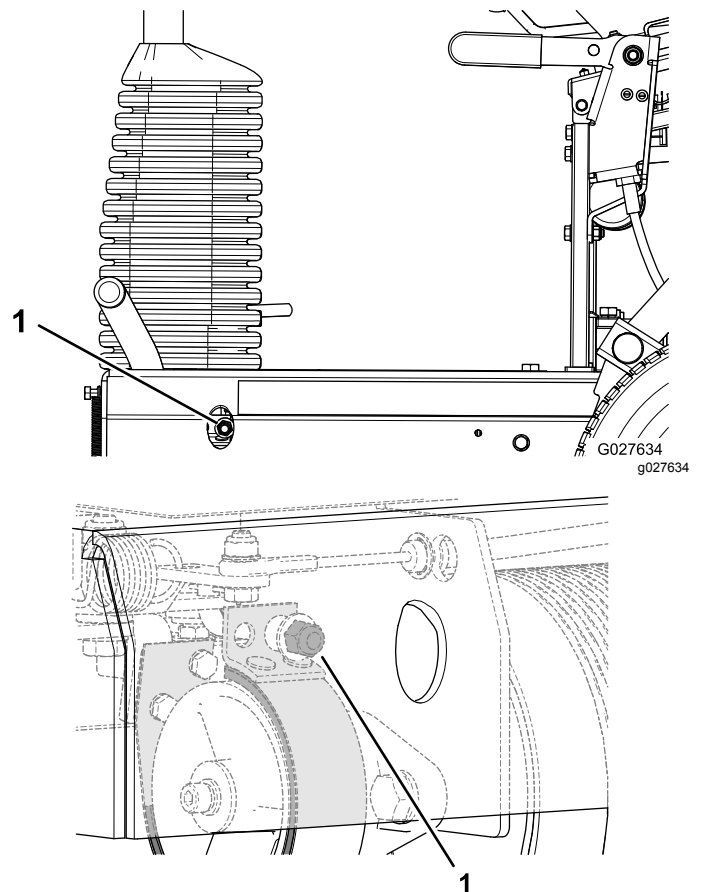

Bild 34
- Drehen Sie die Sicherungsmutter der Bremse im Uhrzeigersinn, um die Bremskraft zu erhöhen (Bild 34).
- Drehen Sie die Sicherungsmutter der Bremse gegen den Uhrzeigersinn, um die Bremskraft zu verringern (Bild 34).